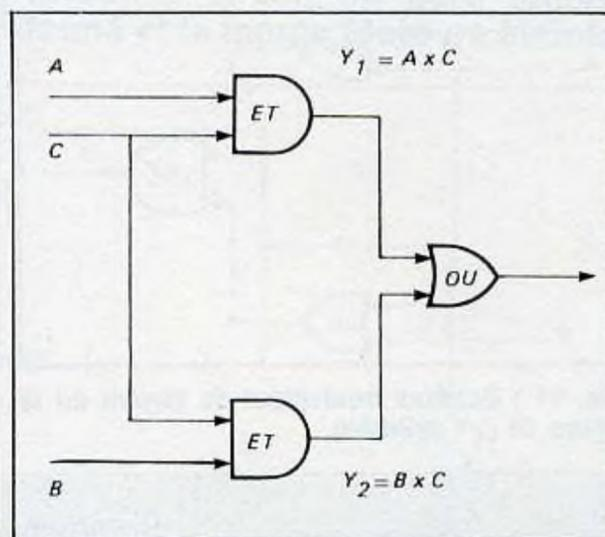

Fig. 46 : Schéma équivalent à (1).
En suivant les équations (1) et (2), nous obtenons les deux schémas logiques représentés par les figure 46 et 47.